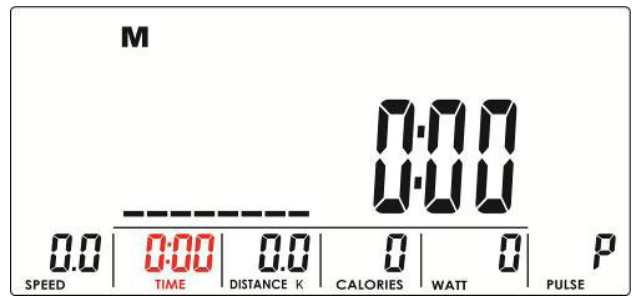

Fig. 5
3. Entrez le temps (fig. 5), la distance (fig. 6), les calories (fig. 7) et le pouls (fig. 8) à l'aide des touches UP/DOWN. Validez votre saisie à l'aide de la touche MODE / ENTER.